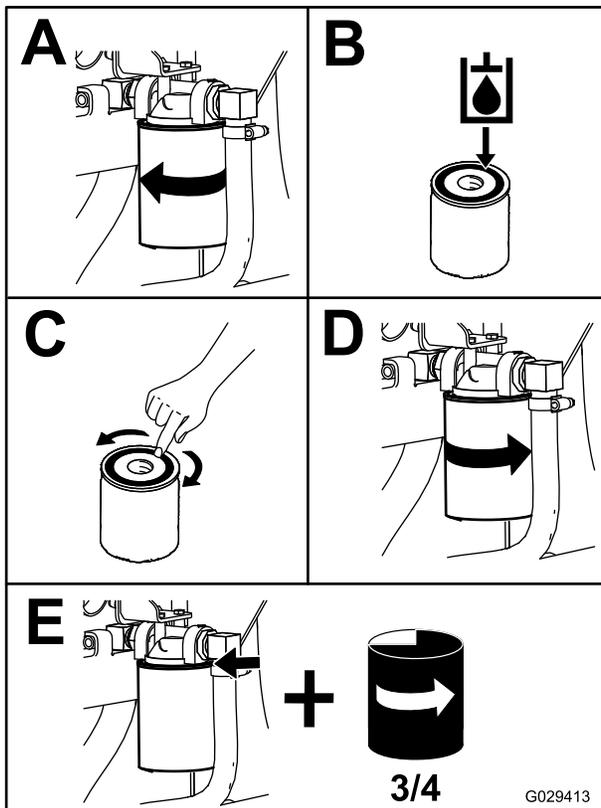

Bild 61
4. Stellen Sie eine Auffangwanne unter den Filter und entfernen den Filter (Bild 61).